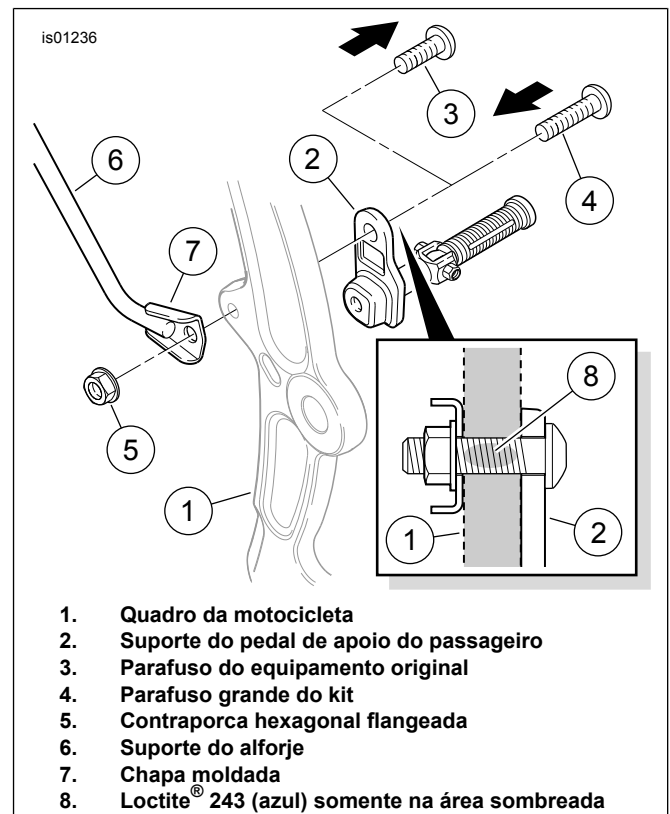

Figura 1. Suporte inferior dianteiro do alforje (lado esquerdo)
1. Veja a Figura 1. Use uma chave T-50 Torx[®] para remover o parafuso de 22 mm (7/8 pol.) de comprimento (3) mantendo o pedal de apoio do passageiro e o suporte do pedal de apoio (2) no quadro da motocicleta (1). Descarte o parafuso.
- a. Suporte inferior do alforje do lado esquerdo (6),
- b. parafuso de cabeça abaulada com 38 mm (1-1/2 pol.) de comprimento (7), e
- c. contraporca hexagonal flangeada de diâmetro grande (8).
3. Veja a Figura 1. Insira o **novo** parafuso Torx (4) do kit através do furo no suporte do pedal de apoio (2) e, em seguida, aplique algumas gotas de Loctite[®] 243 (azul) (vendido separadamente) na parte rosqueada do parafuso (8) que encaixará no furo rosqueado do quadro da motocicleta.